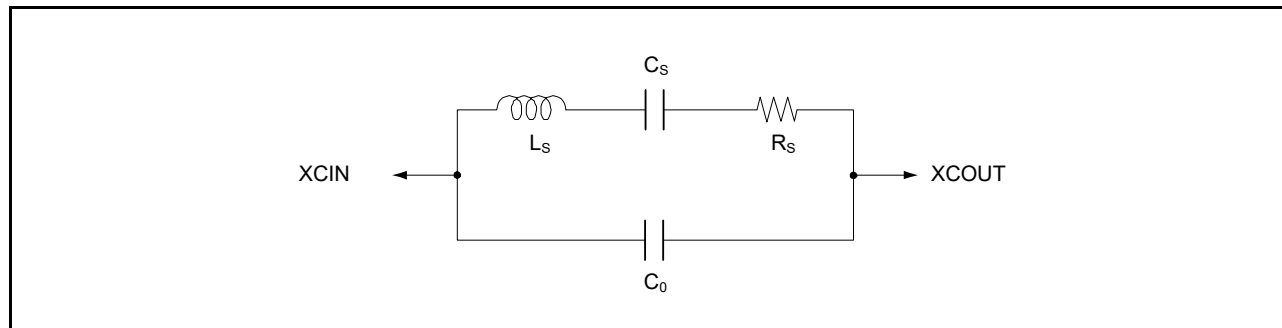

図 9.10 32.768kHz 水晶振動子の等価回路
32.768kHz 水晶振動子の等価回路を図 9.10 に示します。